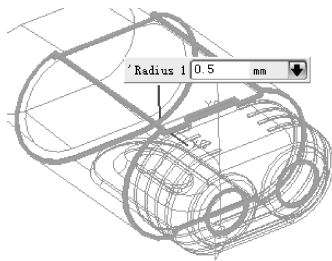

图 3-48 创建半径为 0.5 的圆角
- 20 选择如图 3-48 所示的边，创建出圆角半径为 0.5 的特征。